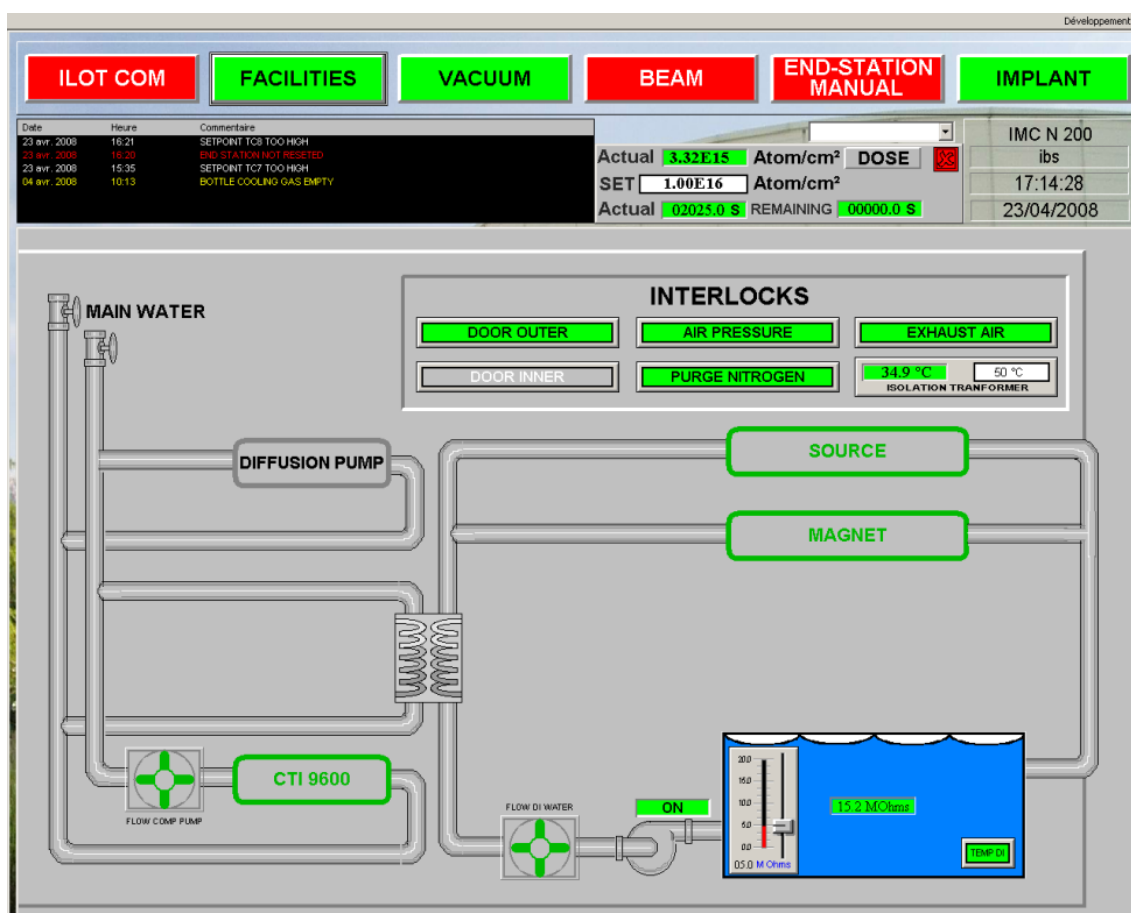

Figure 13: Synoptique de la partie "Facilities" de l'implanteur IMC 200
- Arrêter la pompe d'eau DI (Onglet "FACILITIES" de l'écran (Figure 13)